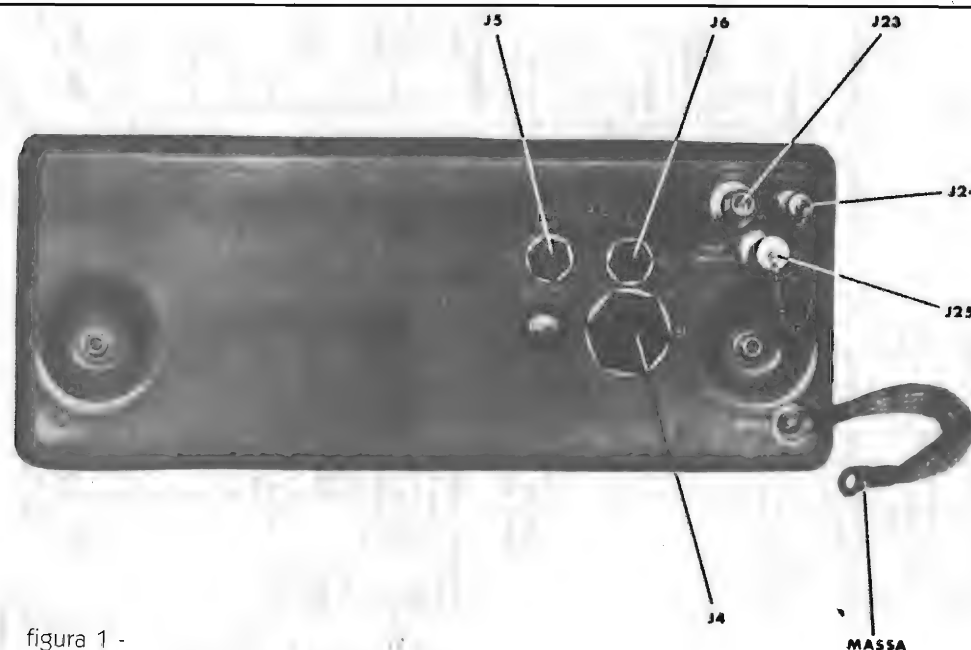

figura 1 -
ai due stadi di amplificazione di RF accordati con metodo digitale; il segnale amplificato viene trasformato, mediante una triplice conversione di frequenza, in un segnale di frequenza intermedia (FI) di 500 kHz e, quindi, applicato al modulo selettore di modalità. Il segnale di FI, in rapporto con la modalità di funzionamento prestabilita, viene amplificato dai moduli amplificatori FI/audio (uno per CW/AM/FSK/USB, l'altro per LSB, entrambi nella modalità ISB); i segnali audio risultanti vengono infine applicati ai primari dei trasformatori audio che dispongono di uscite per l'ascolto in cuffia (pannello frontale) e per il collegamento a linee a 600 ohm (parte posteriore del contenitore) (v. figura 1).